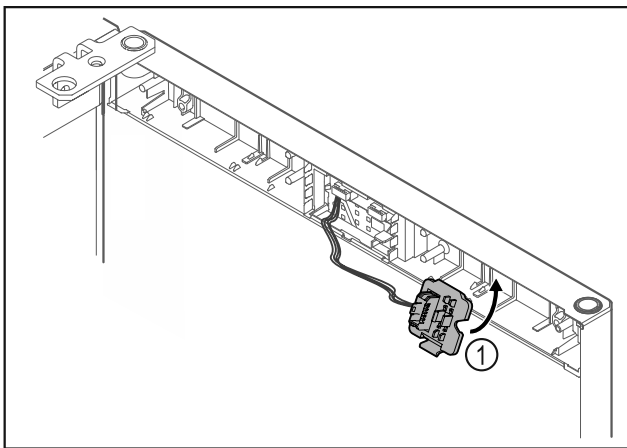

Fig. 23
- ▶ Зафіксувати кріплення штекера Fig. 23 (1) на протилежній стороні.